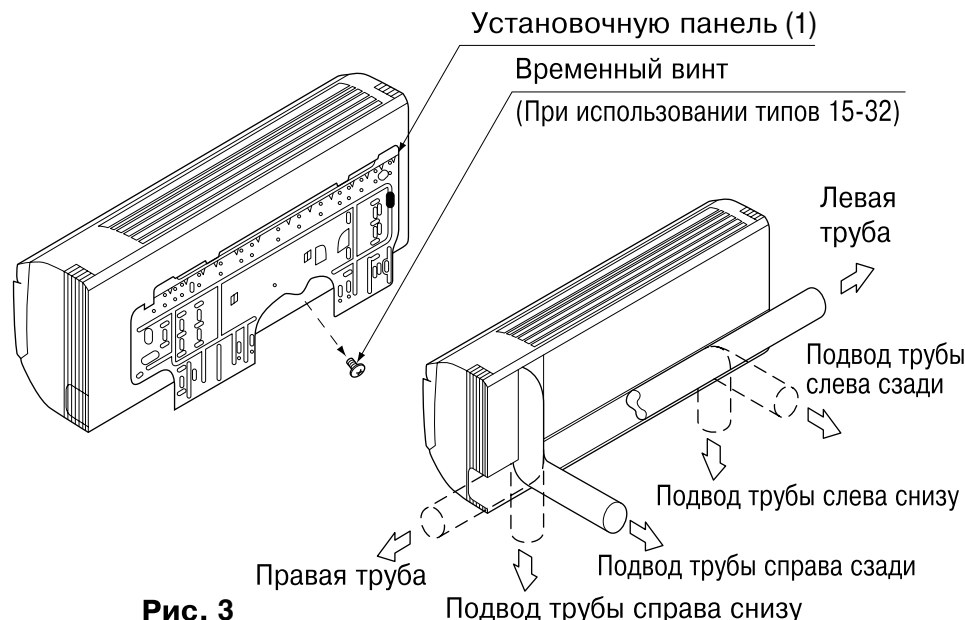

Рис. 3
- Трубопровод для хладагента и дренажную трубу можно вывести в 6 направлениях: слева, снизу слева, сзади слева, справа, снизу справа и сзади справа. (См. рис. 3)
- С использованием бумажного шаблона для монтажа (3) выберите направление для вывода трубопроводов и сделайте отверстие (φ80) в стене. Сделайте отверстие таким образом, чтобы обеспечить наклон дренажного трубопровода в нисходящем направлении. (См. раздел "6. РАБОТА С ДРЕНАЖНЫМ ТРУБОПРОВОДОМ")
(Установочная панель временно прикреплена к блоку при помощи винта. (При использовании типов 15-32)) (См. рис. 3)